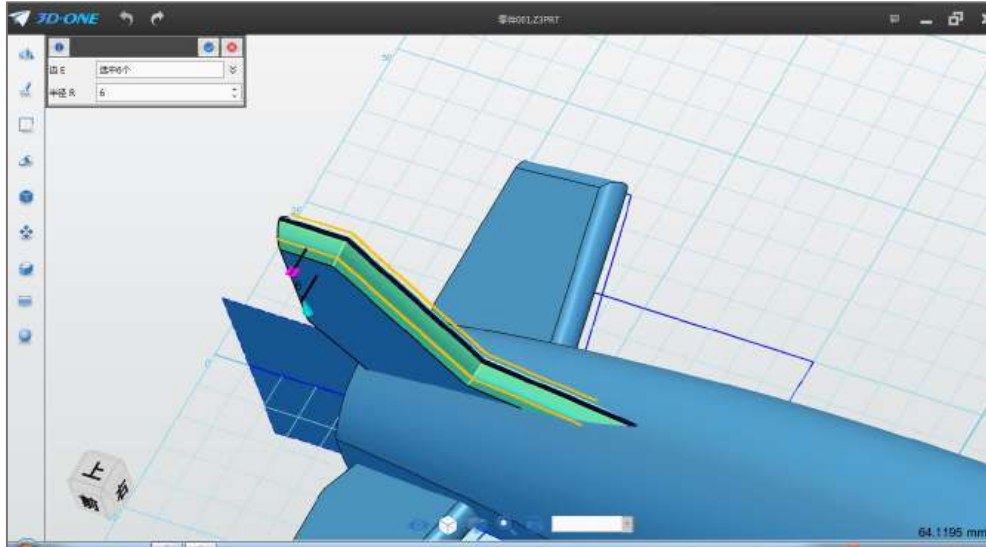

图 3-14
Step 14 将圆角的半径值设为 6，如下图 3-14 所示：